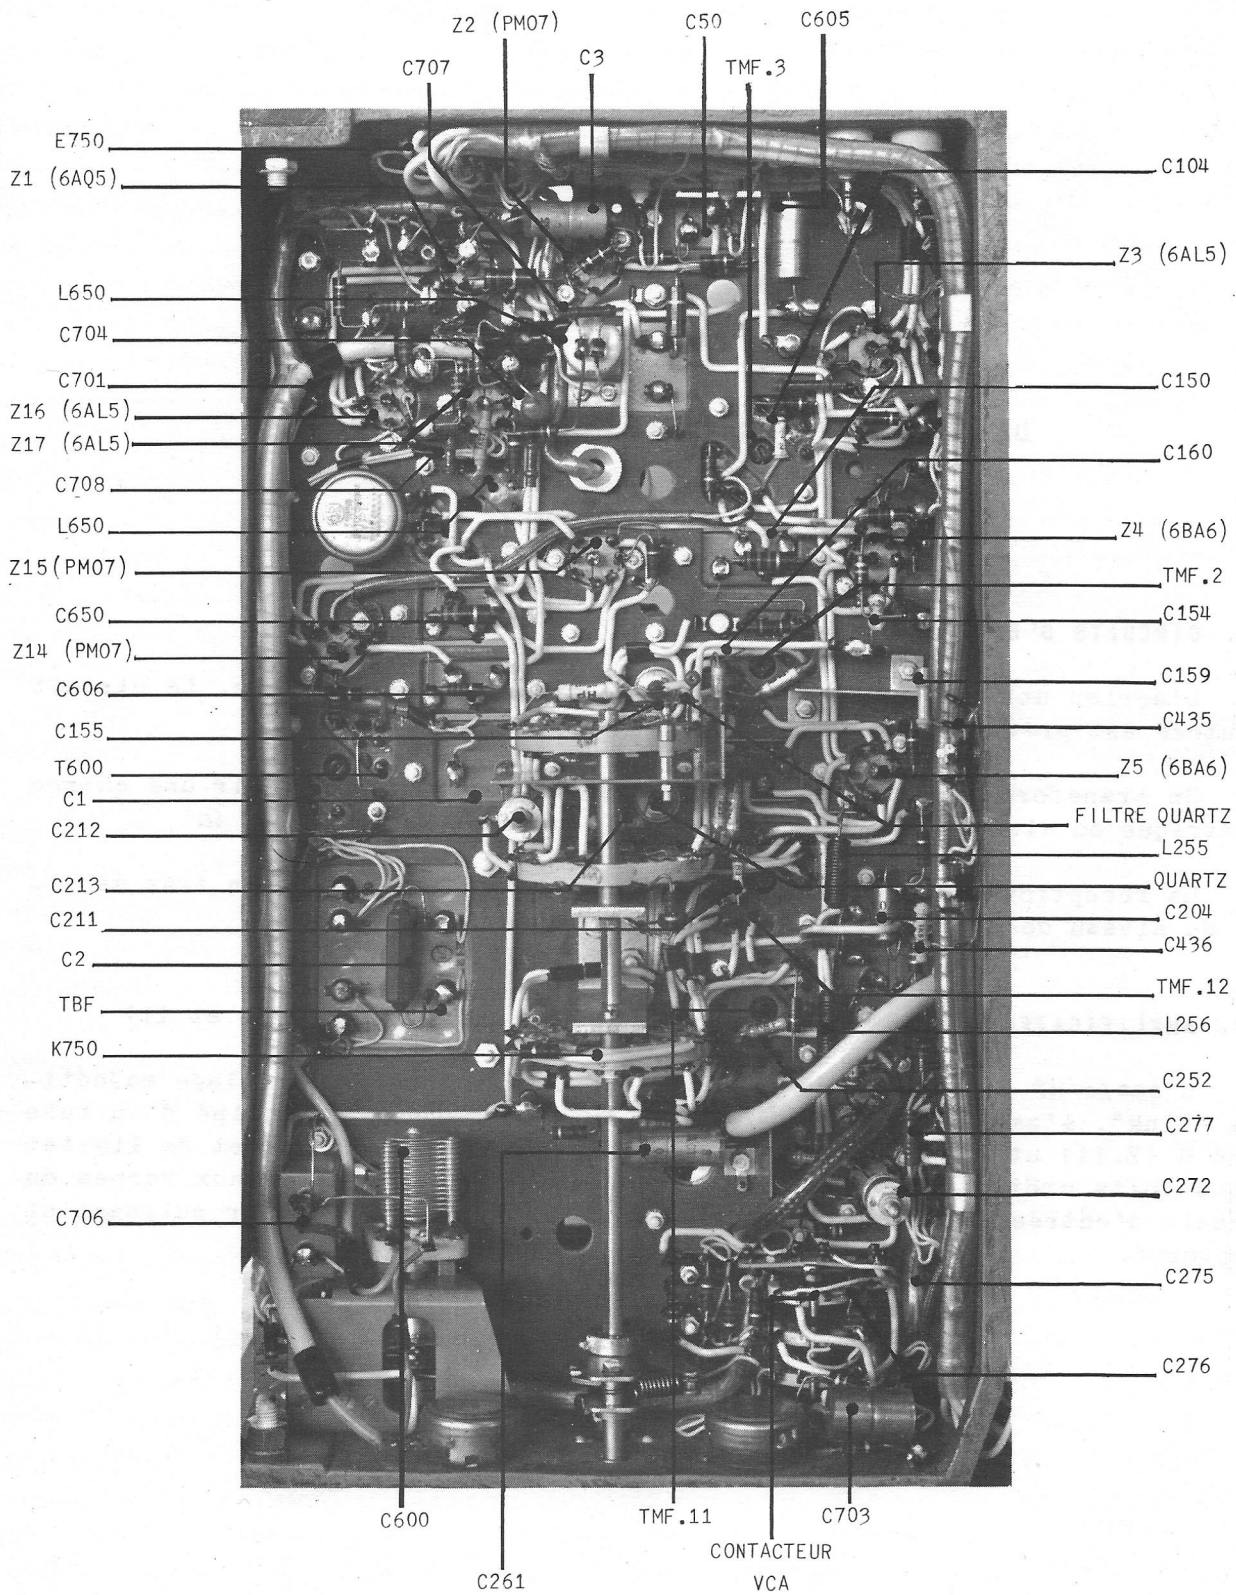

Fig. 12 - Vue repérée de la partie BF (Condensateurs)
II.3. ETAGES A FREQUENCE INTERMEDIAIRE (FI) (Voir les Figures 12 et 13)